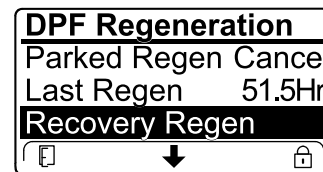

Figura 51
- Si la computadora del motor no ha sido solicitado una regeneración de recuperación y usted se desplaza a la opción RECUPERACIÓN DE RECUPERACIÓN, la regeneración de recuperación se bloquea y el icono de bloqueo (Figura 51) aparece en la esquina inferior derecha del InfoCenter.